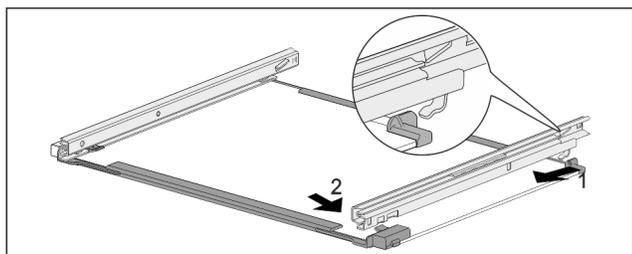

Fig. 132 Tablette en verre avec rails
- ▶ Accrocher le rail à l'arrière. Fig. 132 (1)
- ▶ Accrocher le rail à l'avant. Fig. 132 (2)